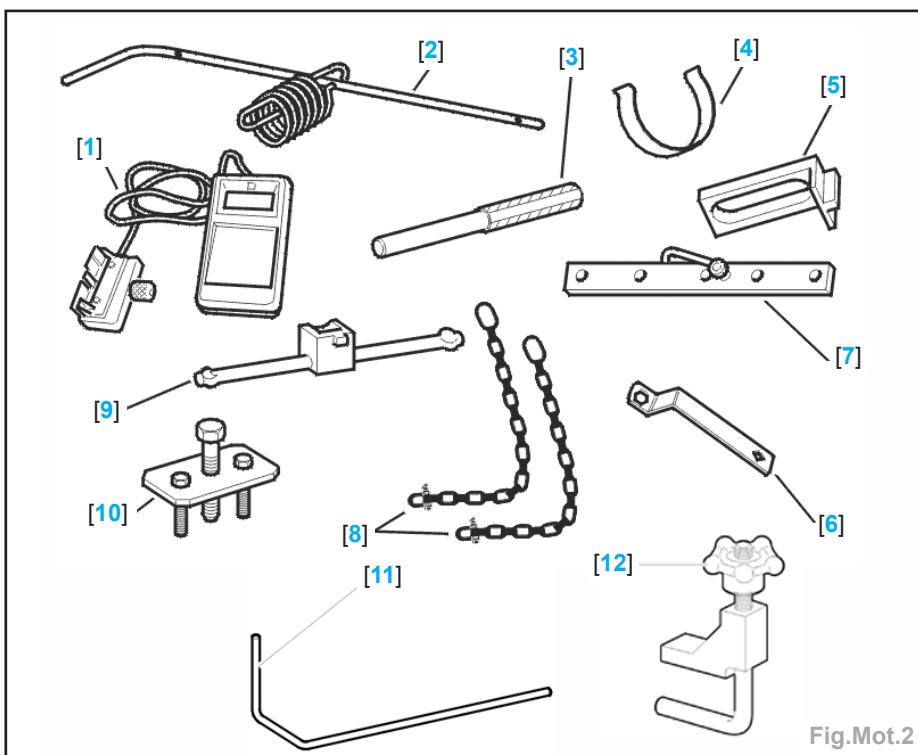

Fig.Mot.2
- Carter-chapeau de palier d'arbres à cames (Fig.Mot.2).....1,0
- Outils nécessaires (Fig.Mot.2)